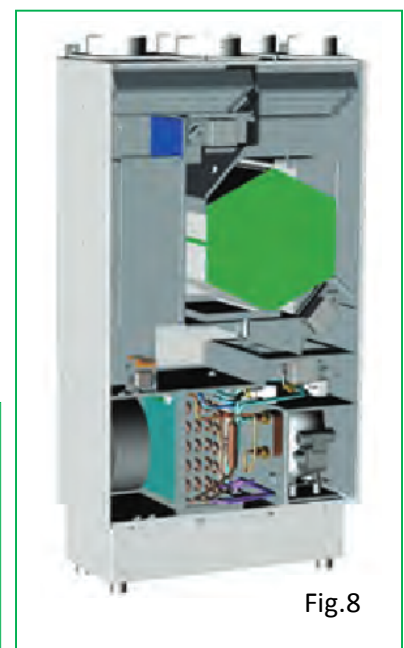

Fig.8
6. Trattamento dell'aria VMC con deumidificazione e recupero energetico Art.5502GHWZV. Fig.8. Macchina basamento posta nel locale tecnico.
L'unità di trattamento aria di cui la Fig.8 5502GH-WZV, con ricambio dell'aria esausta con recupero dell'energia superiori al 90% esplica le seguenti funzioni: